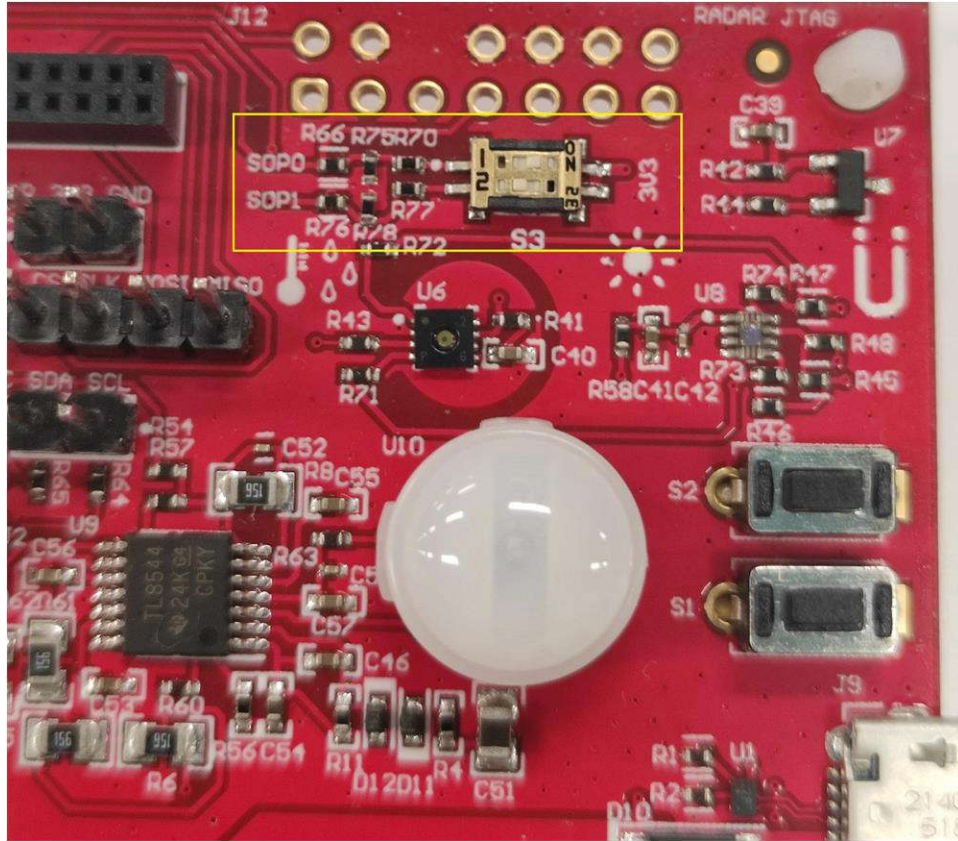

図 3-1. SOP のフラッシュ モードへの設定
3. 図 3-1 に示すように、SOP モードをフラッシュ モードに設定します。